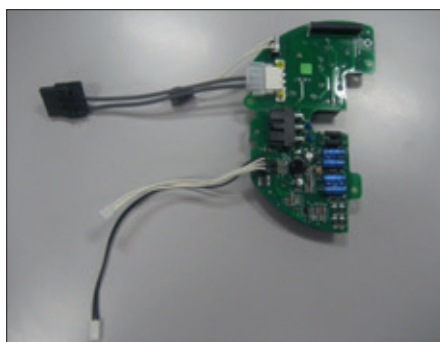

Figura 39
- Verificare di avere ricevuto il modulo OM13 a 3 fili corretto (Figura 39).